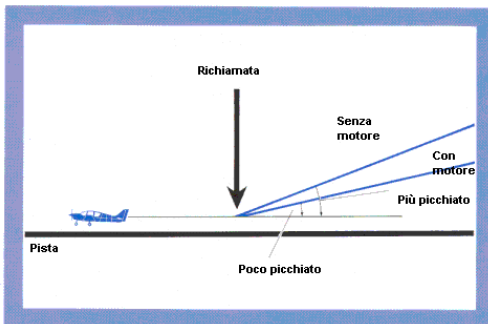

Figura 24
- 2) Il sentiero di planata, a parità d'estensione di flaps, risulta più ripido senza motore che con motore e la transizione tra corto finale e retta comporta una notevole variazione di assetto durante la richiamata (figura 24). Questo richiede al pilota un tempismo accurato ed un controllo preciso.